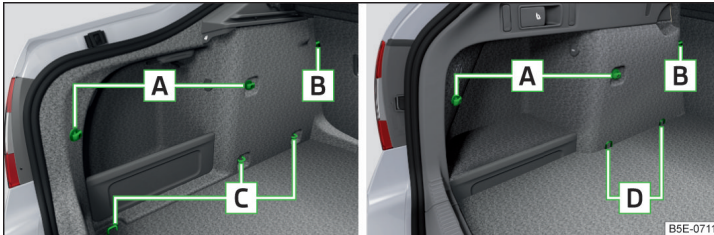
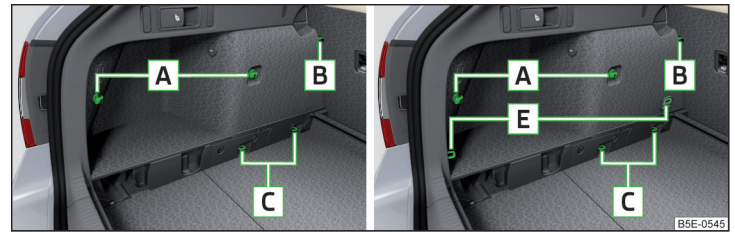
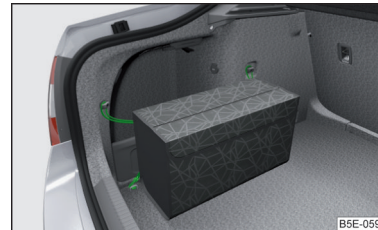

Abb. 126 Befestigungselemente: Variante 1 / Variante 2 (G-TEC)
Abb. 127 Befestigungselemente: Variante 3 / Variante 4
Abb. 130
**Übersicht der Befestigungselemente** » Abb. 126 und » Abb. 127
Wenn das Fahrzeug mit dem variablen Ladeboden ausgestattet ist und dieser sich in der oberen Position befindet, dann können für die Befestigung der Netze die Verzurrosen **E** » Abb. 127 auf Seite 108 verwendet werden.
Bei Fahrzeugen mit Verzurrosen **D** » Abb. 126 auf Seite 108 kann nur die Quertasche hinter den Sitzen und das Bodennetz befestigt werden (das Netz kann im hinteren Bereich an den hinteren Befestigungselementen **A** » Abb. 126 auf Seite 108 befestigt werden).
Die Tasche » Abb. 130 kann an den Befestigungselementen **A** sowie an der hinteren und mittleren Verzurrose **C** » Abb. 126 auf Seite 108 befestigt werden.